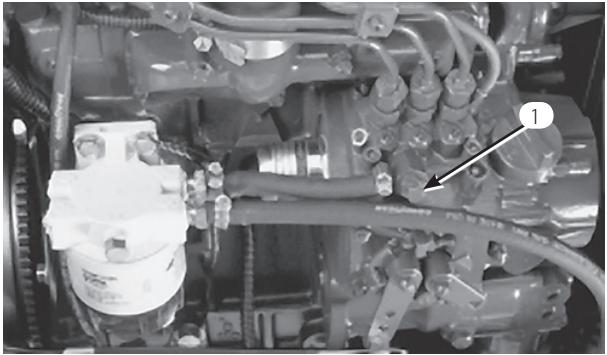

図 25
3. 燃料噴射ポンプについているエア抜きネジ(図25)をゆるめる。